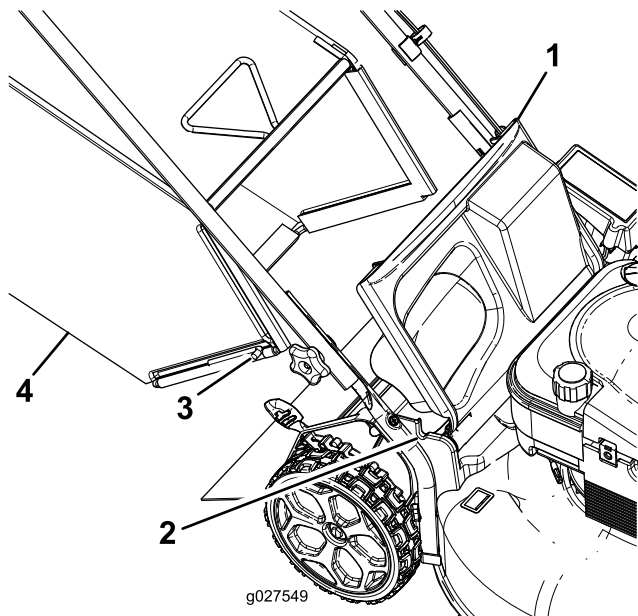

Figure 19
1. Soulevez le déflecteur arrière (Figure 19).
2. Insérez les extrémités de la tige du bac à herbe dans les crans des supports du guidon (Figure 19).